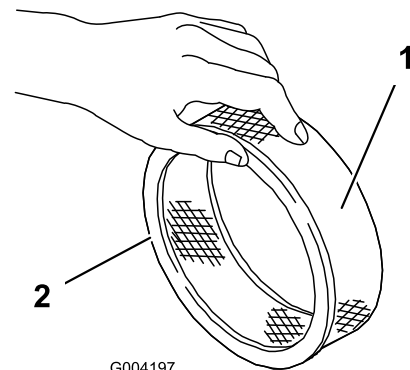

Figure 16
5. Vérifiez que l'élément en papier n'est pas déchiré ou couvert d'une pellicule grasse, et que le joint de caoutchouc n'est pas endommagé (Figure 16).
1. Glissez délicatement le préfiltre en mousse sur l'élément en papier (Figure 16).